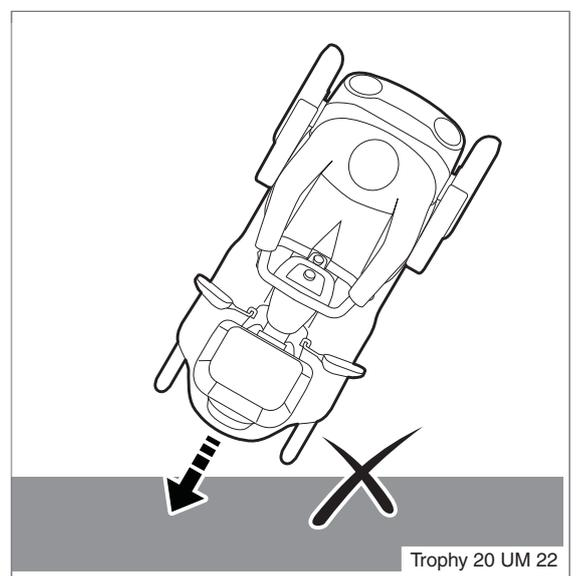

Figura 19
- Salire sugli ostacoli sempre perpendicolarmente (figura 19).